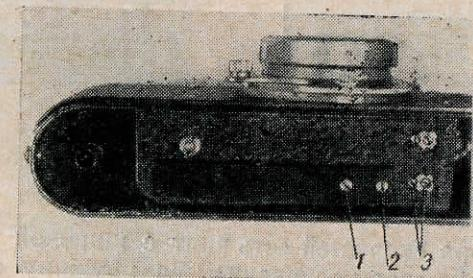

Рис. 71. Пружинная пластинка спусковой
щие пружинную пластинку (рис. 71). При этом необходи-
**Неравномерное экспонирование кадра.** Часто при фотосъемке кадры экспонируются неодинаково по длине. Происходит это от неправильного соотношения натяжения пружин верхнего и нижнего валиков. Чтобы устранить эту неисправность, надо вывинтить винт, фиксирующий положение натяжения пружины нижнего валика 3 (см. рис. 71), затем, вставив отвертку в шлиц валика, регулируют его натяжение. Натяжение валика доводится до такого состояния, чтобы шторка, которая накручивается на этот валик, спускалась энергично и четко, но не слишком туго. Отрегулировав таким образом работу первой шторки и закрепив винтом контровую шайбу, приступают к регулировке натяжения второй шторки. Регулировка второй шторки производится тем же путем, но с учетом, что натяжение ее пружины должно быть значительно слабее. Работа эта требует большого внимания и навыка. Поэтому не всегда удается с первого раза добиться равномерного движения шторки вдоль кадра, да и визуально проверить это очень трудно.